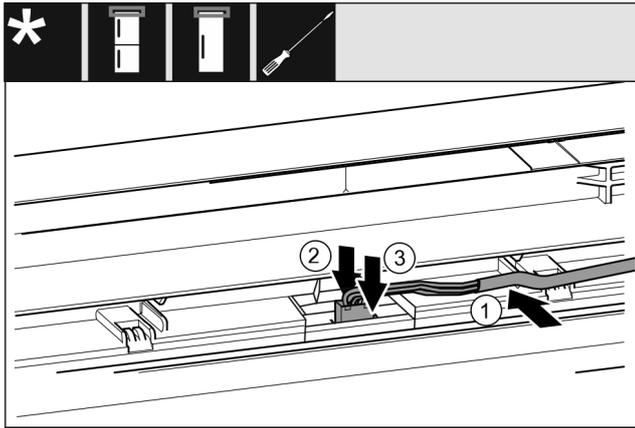

Fig. 49 制冷/冷冻组合/冰柜/冰箱\*
- ▶ 将电缆 Fig. 49 (1)置入上方冰箱门的导向装置。\*
- ▶ 将止动凸缘 Fig. 49 (2)向后按住。\*
- ▶ 插入插头 Fig. 49 (3)。\*